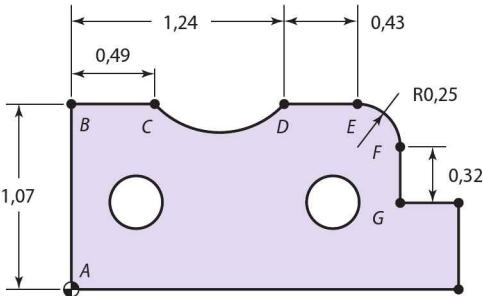

Figura 8-29 Reveja a Questão 4. Como estes pontos podem ser identificados?
4. Ao escrever manualmente as coordenadas do programa para a Figura 8-29, qual seria o método mais fácil de evitar os cálculos para os pontos E, F e G?
5. Na programação da Figura 8-29, a resposta correta foi mudar para coordenadas incrementais no ponto D. Qual EIA poderia fazer essa mudança?